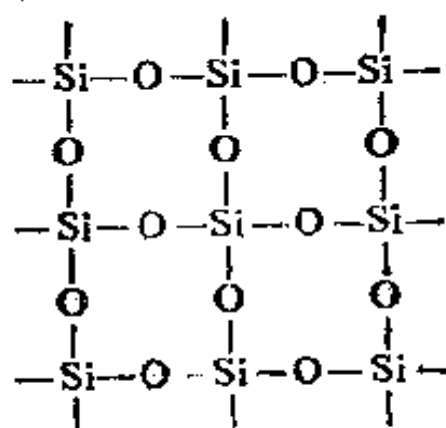

图 4-2 二氧化硅晶体
二氧化硅和二氧化碳在物理性质上有很大的差别。例如,二氧化硅的熔点高、硬度大;而二氧化碳在通常状况下是气体,固体二氧化碳的熔点很低,等等。二氧化硅和二氧化碳的这些差别是由它们的不同结构决定的。我们已经知道固体二氧化碳是一种分子晶体。分子间只有较小的分子间引力,所以,它的熔点很低。但是二氧化硅却不是由单个的“SiO₂”的分子所组成的分子晶体,而是一种原子晶体。如图 4-2^②所示,
① 为了增加催化剂的有效面积,一般使催化剂附着于多孔的物体表面,这种多孔物体叫做载体。
② 图 4-2 是一个简化的平面示意图,实际上二氧化硅晶体是立体的网状结构。